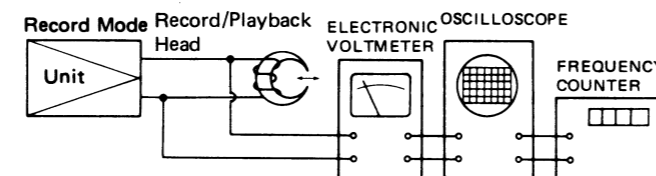

Figure 5-4
1. Connect instruments as shown in Figure 5-4.
1. Die Instrumente gemäß Abbildung 5-4 anschließen.
1. Brancher les instruments comme l'indique la Figure 5-4.